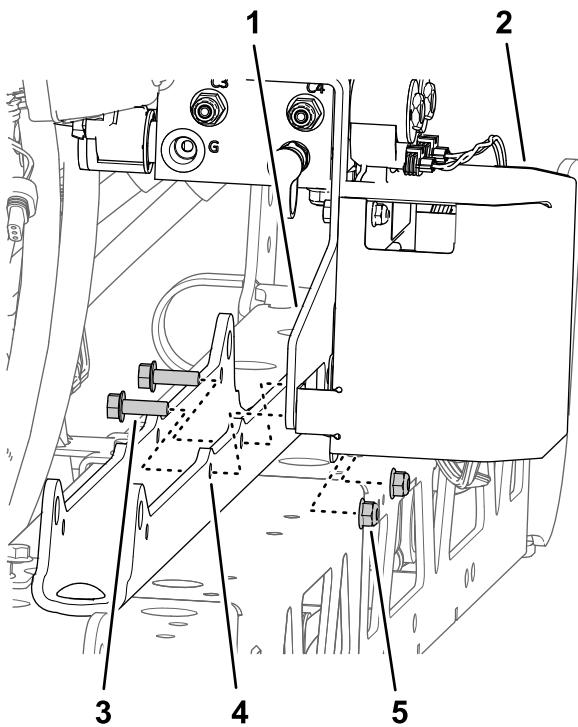

图97
- B. 使用在 从中间喷洒段上卸下喷洒段提升歧管。\(页码 20\)的步骤 1 中卸下的 2 个凸缘头螺栓 $5/16 \times 1$ 英寸和 2 个凸缘锁紧螺母 $5/16$ 英寸将支撑托架和 TEC 支架安装到油缸安装座上 图97。